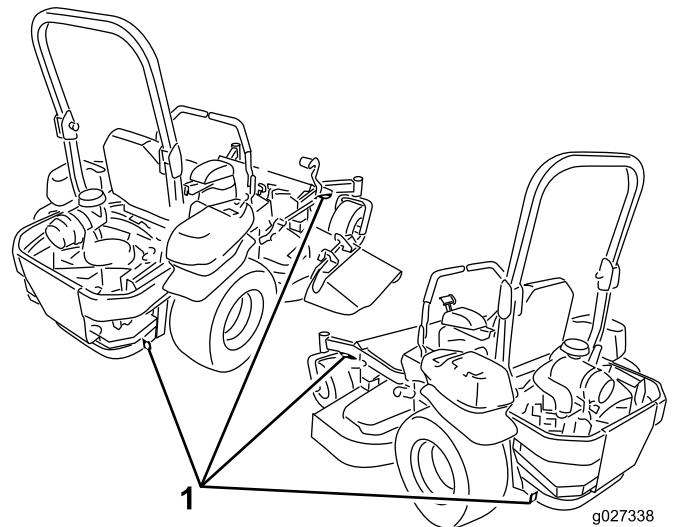

Figura 37
5. Utilize os aros de fixação metálicos na máquina para prender firmemente a máquina ao atrelado ou veículo com cintas, correntes, cabo, ou cordas (Figura 37).